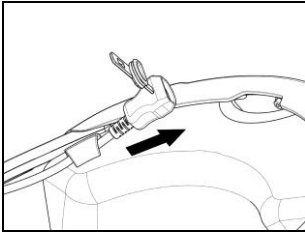

Fig. 18
- Far passare il cavo con connettore di ricarica all'interno della fascetta elastica prevista sull'imbottitura di conforto (Fig. 18).